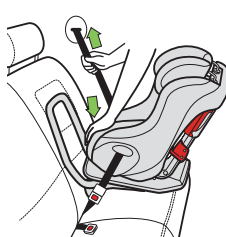
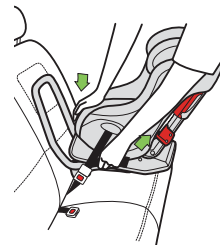

Figure 66
Figure 67
- Appuyez au centre du siège d'auto pour faire baisser le coussin du véhicule et tirez sur la partie baudrier de la ceinture sous-abdominale/baudrier pour la serrer, tel qu'indiqué dans la **Figure 66**, ou tirez sur l'extrémité de la ceinture sous-abdominal (si l'installation est avec une ceinture sous-abdominal) pour la serrer, qu'indiqué dans la **Figure 67**.